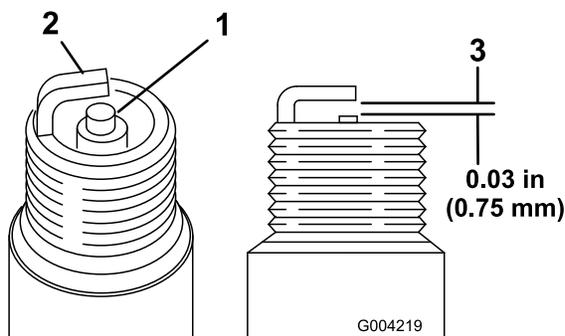

图 16
1. 查看两个火花塞的中心 图 16。如果您看到绝缘体上有浅棕色或浅灰色涂层、说明发动机运行正常。如果绝缘体上的涂层为黑色、则通常意味着空气滤清器已变脏。
2. 检查中心电极与侧电极之间的间隙 图 16。
3. 如果气隙不正确请弯转侧电极图 16。